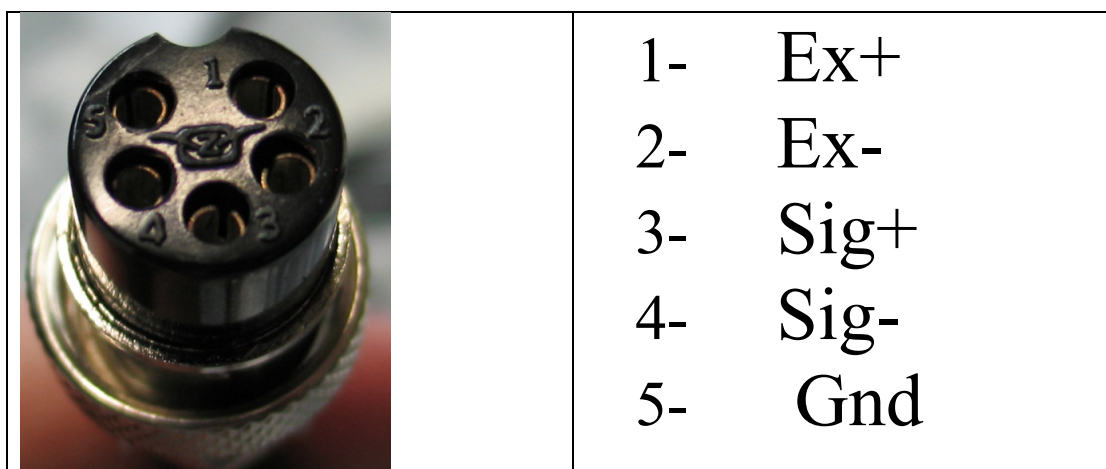
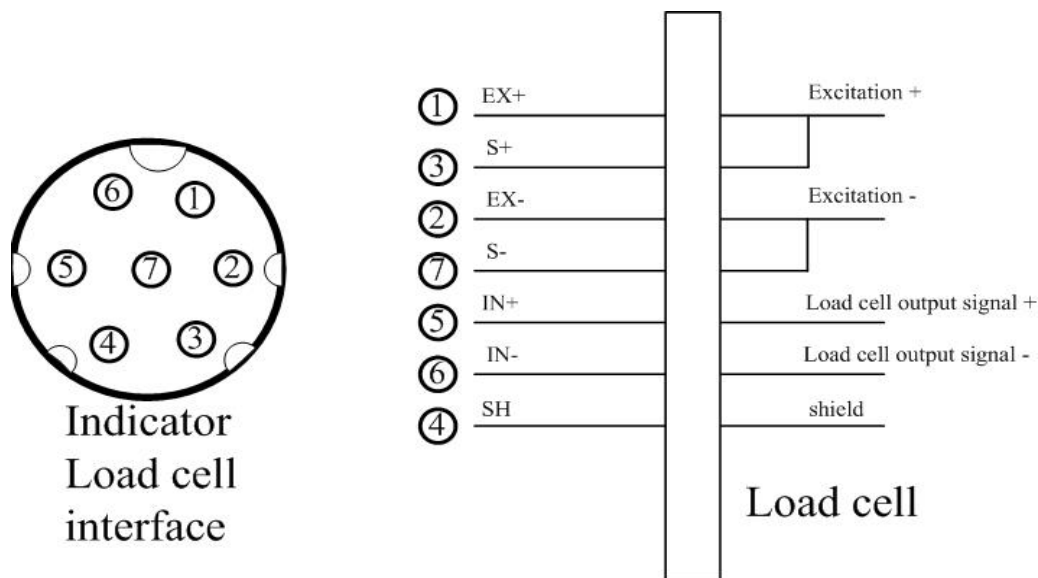

Рис. 3
Рис. 4
1. Для подключения датчиков используется разъем 5-pin, схема подключения показана на рис. 3.
1. Для подключения датчиков используется разъем 5-pin, схема подключения показана на рис. 3 или разъем 7-pin, схема подключения показана на рис. 4.